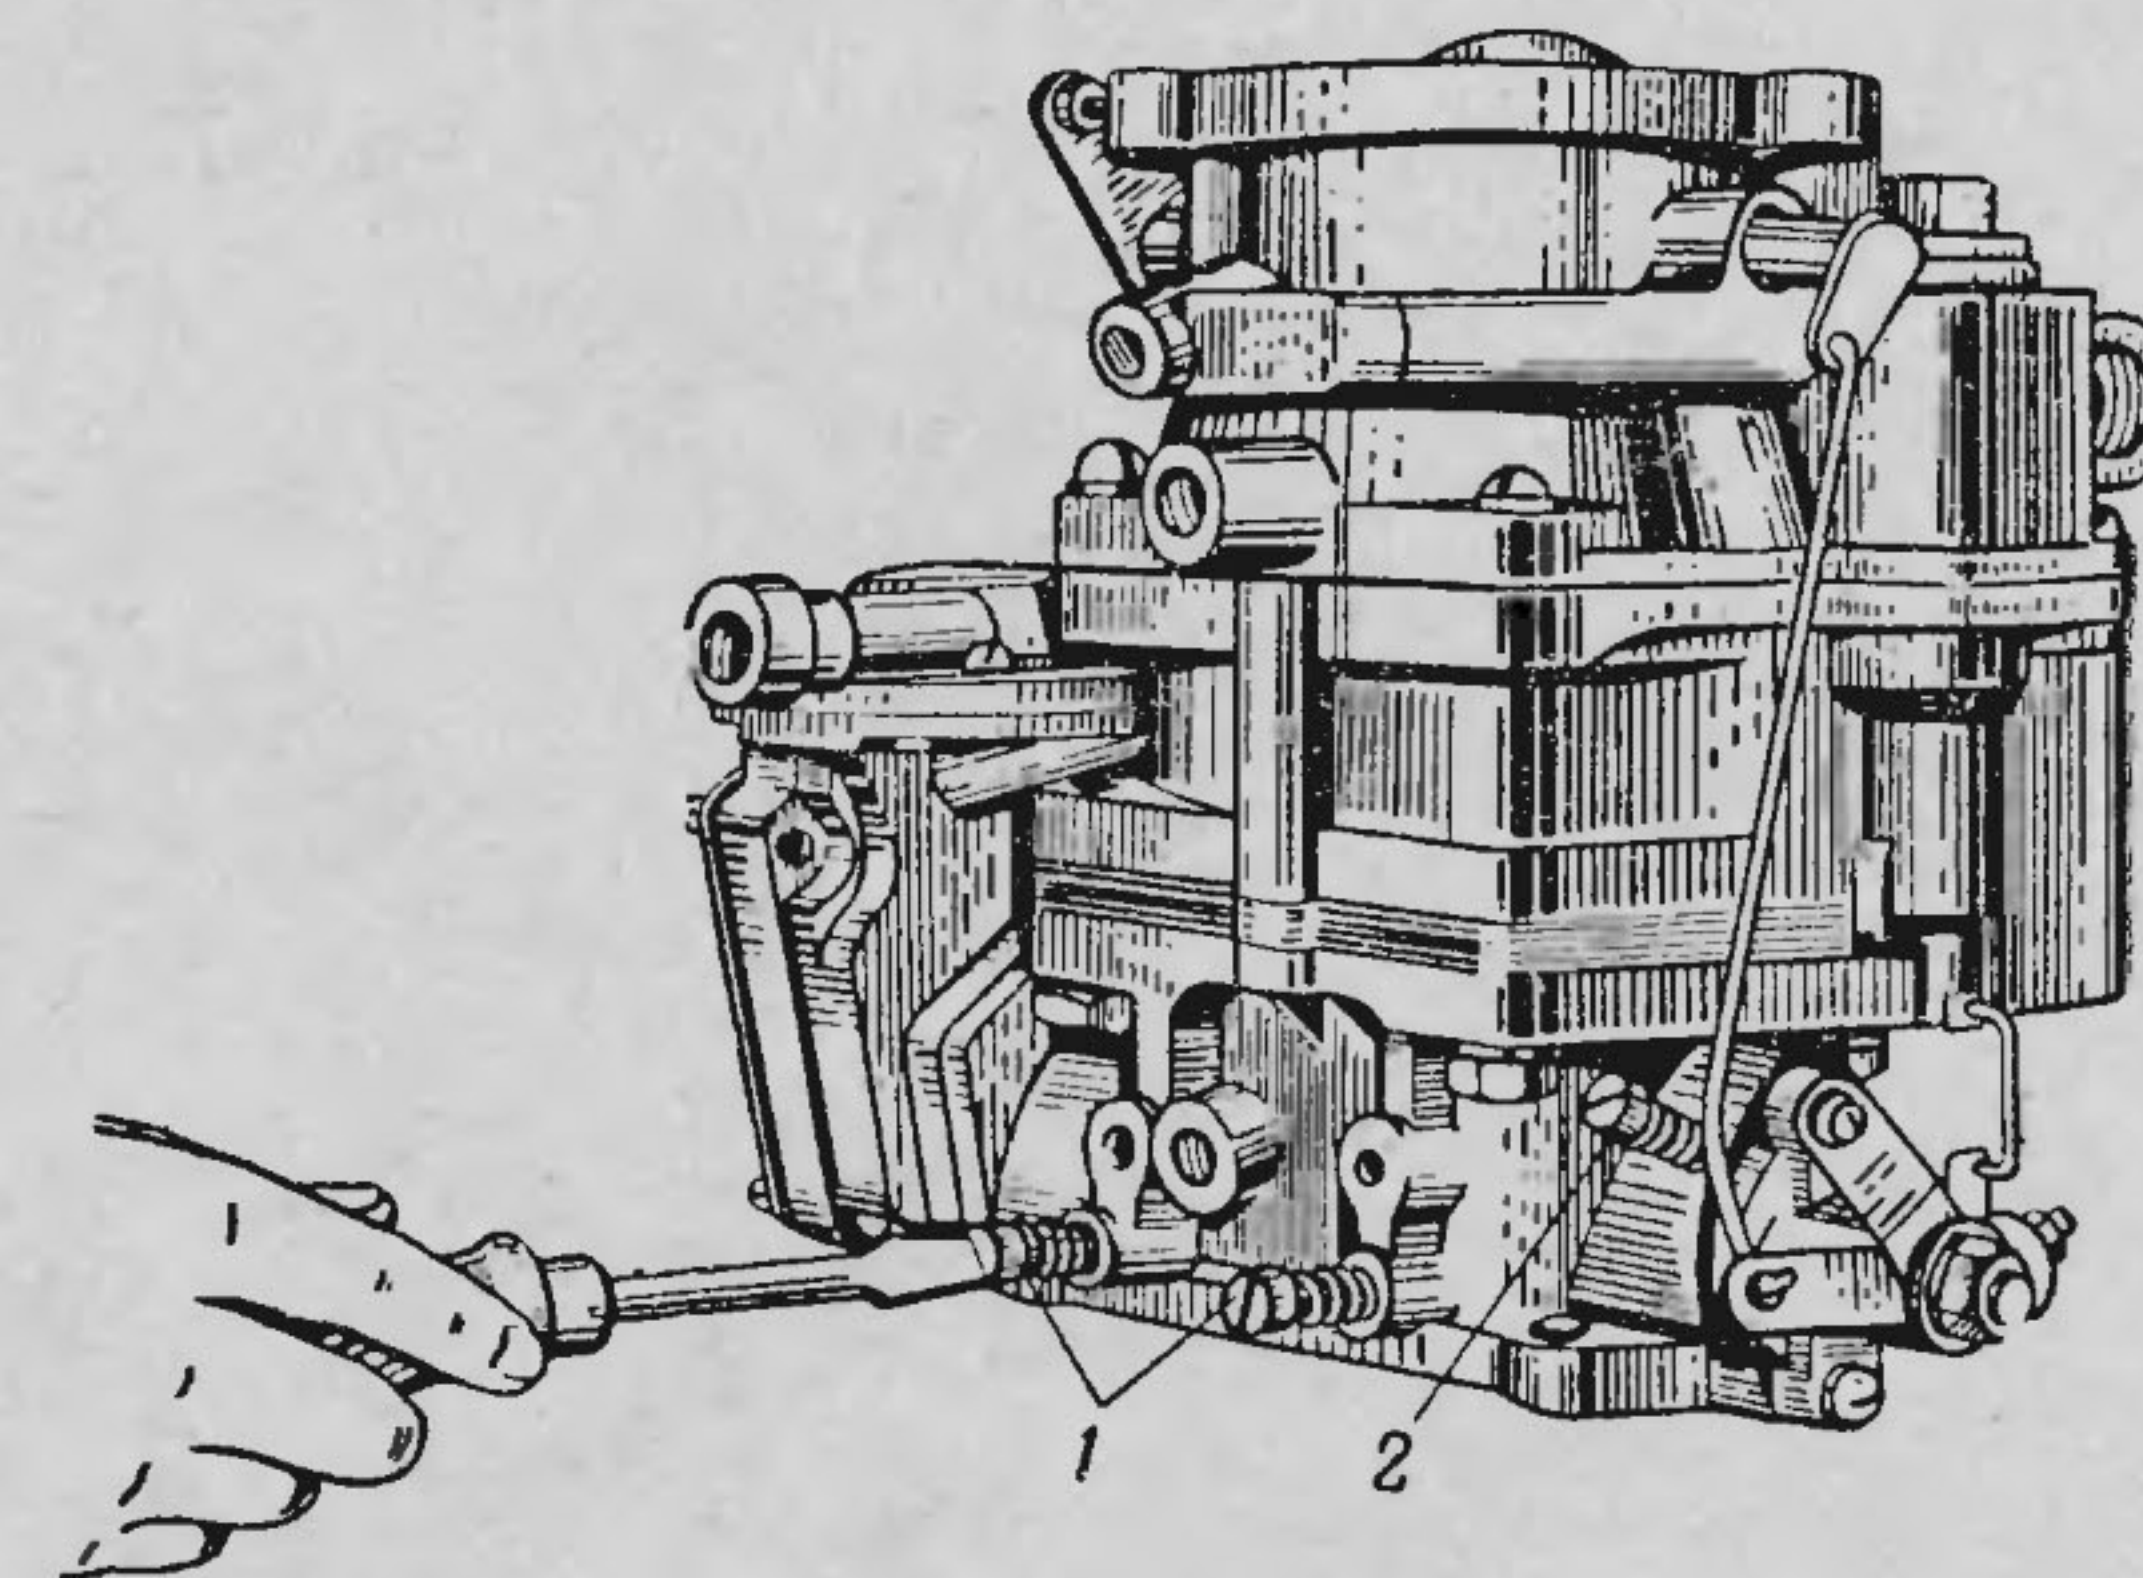

Рис. 38. Регулировка системы холостого хода карбюратора:
1. Завернуть до упора винты 1 (рис. 38) регулирования качества горючей смеси, а затем отвернуть каждый на 3 оборота.